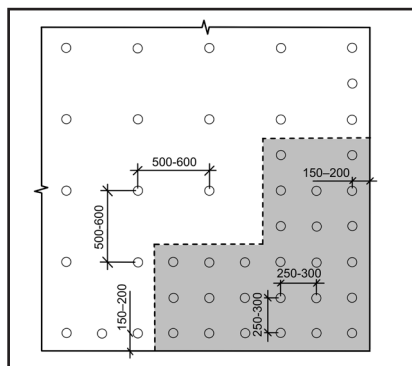

Рис. 10
7.2. Перед началом монтажа необходимо произвести разметку мест креплений, с помощью рулетки и маркера обозначить места сверления. Разметка предоставляется компанией-производителем вместе с материалами, либо используется стандартная разметка в шахматном порядке с шагом 500-600 мм (3-4 крепления на м²). По периметру, в углах и около примыканий рекомендуется увеличение количества креплений (см. Рис.10).